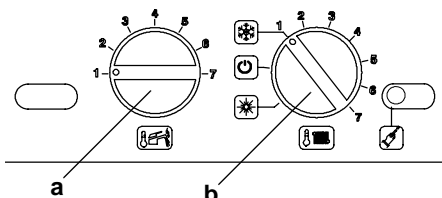

Figura 2.3 Pannello comandi sanitario/riscaldamento
- 3 Ruotate il selettore **b** come in **Figura 2.3**.
Ruotate il selettore **b** come illustrato in **Figura 2.3**